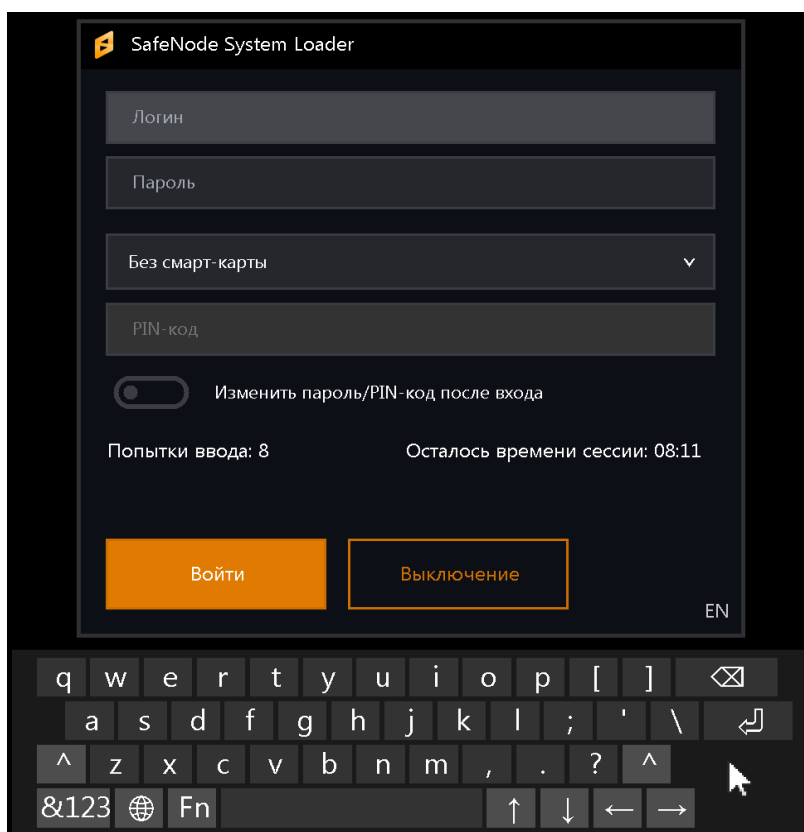

Рисунок 7.1 – Окно аутентификации пользователя
7.1 Для первоначальной настройки изделия необходимо выбрать пункт **«Администрирование СДЗ»** (рисунок 3.11) и дождаться появления окна аутентификации пользователя (рисунок 7.1).
7.2 При первом входе АБ в окне с приглашением к идентификации и аутентификации пользователя (рисунок 7.1) следует ввести имя пользователя «*admin*» и установленный по умолчанию пароль «*12345678*».
8.7 Если изделие было корректно обновлено на ЭВМ и при этом не возникло сбоев в процессе, после перезагрузки ЭВМ появится диалоговое окно для ввода аутентификационных данных пользователя (рисунок 7.1).